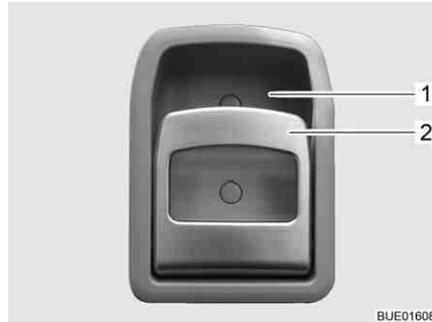

Fig. 46 Cerradura de la puerta de entrada, en el interior
- Tirar del tirador (Fig. 46,2). Se desbloqueará o bien abrirá la cerradura de la puerta.
- Presionar la parte superior del tirador (Fig. 46,2) hacia el alojamiento del tirador (Fig. 46,1). Se bloqueará la cerradura de la puerta.